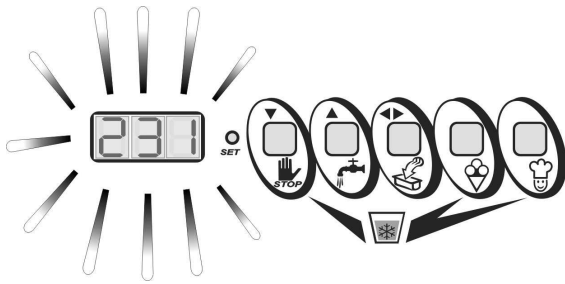

Abb. 5
- Nach einigen Minuten und wenn die in der Programmierungsphase gewählte Konsistenz erreicht wurde, warnt ein akustisches intermittierendes Signal den Bediener, das das Eis entnommen werden kann (Abb.5). Sollte dies nicht sofort